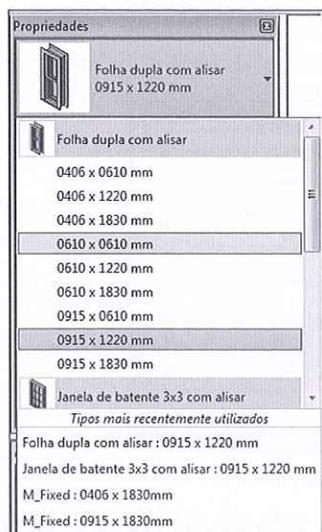

Figura 8.32 – Seleção de um tipo de janela.
1. Na aba **Arquitetura > Janela** selecione uma janela na lista de janelas existentes (Figura 8.32).